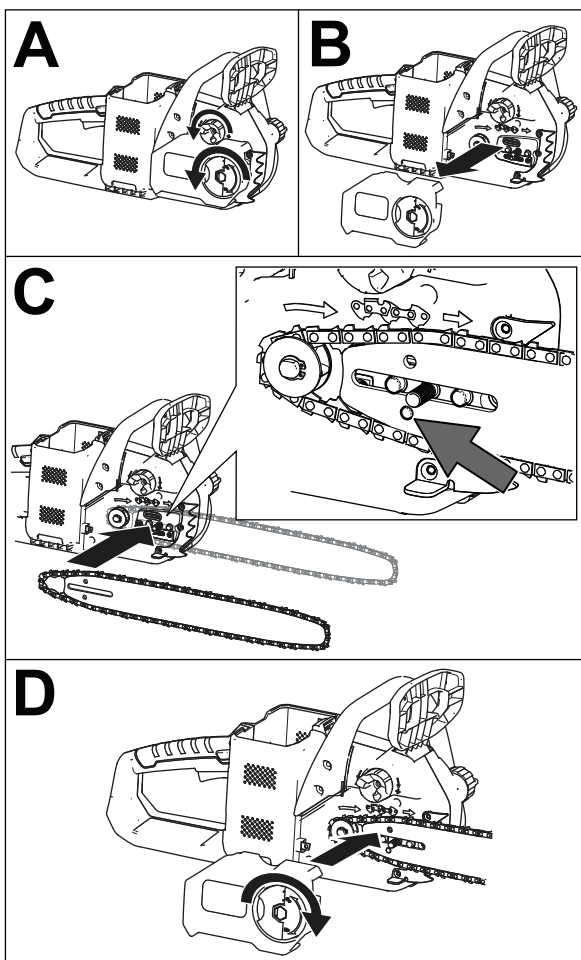

Figure 32
12. Placez la boucle ouverte de la chaîne (qui n'est pas sur le guide) autour du pignon d'entraînement de la tronçonneuse, puis montez le guide et la chaîne fixée en place comme montré à la Figure 32.